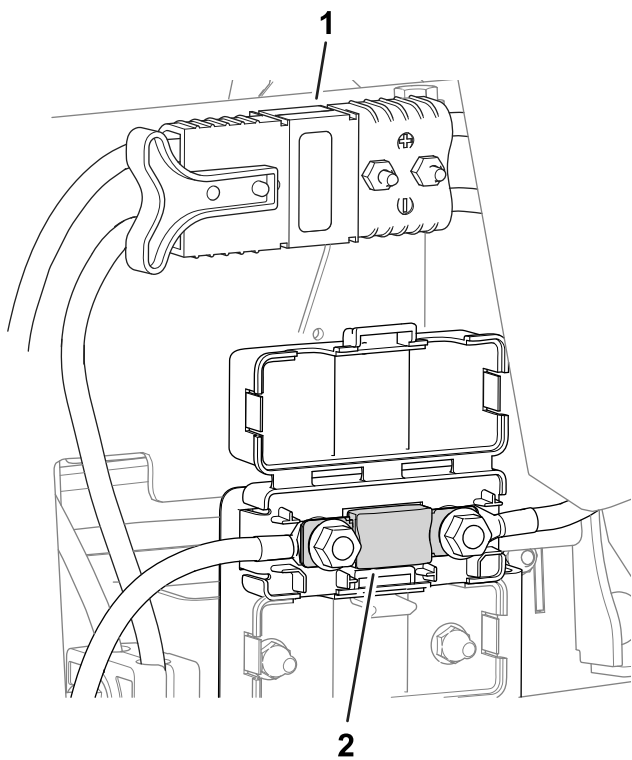

Figura 46
- El fusible del sistema eléctrico está situado debajo de los conectores eléctricos principales (Figura 46).